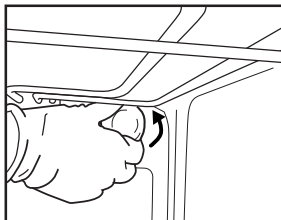
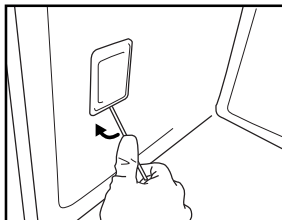

fig. 6
fig. 7
2. Skru løs lampedekslet (fig. 6) og skift ut pæren (se type i anmerkning) og skru deretter til lampedekslet igjen (fig. 7).
3. Vipp løs lampedekslet med en flat skrutekkey (fig. 7).